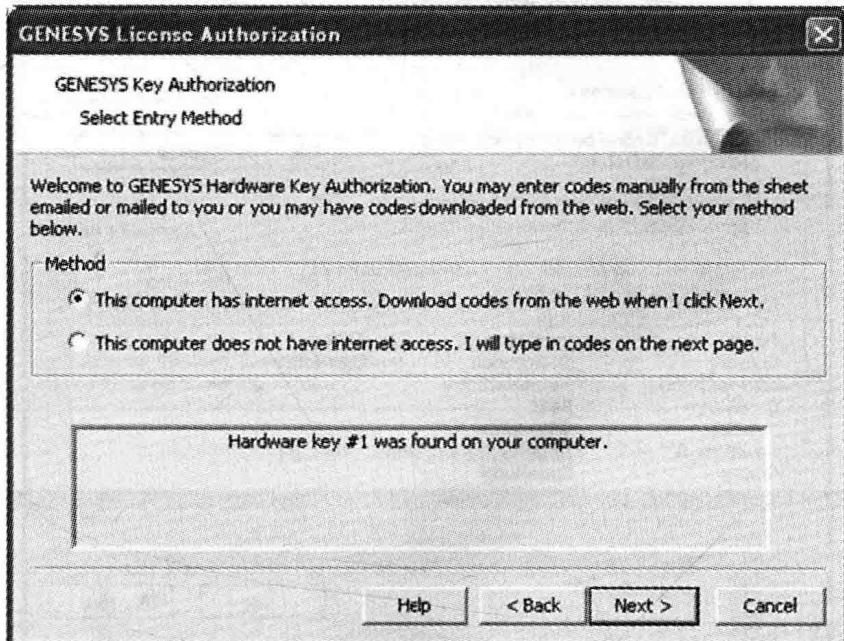

图 1.4 Genesys 软件安装授权示意图 3
- (4) 这时 HASP 驱动将会开始安装，在弹出的 The process must be run again 对话框中，点击 OK。
- (5) 在弹出 Do you want to try again? 对话框时，插入 USB，并在对话框中点击“Yes”。
- (6) 在 Product Options 选项和 Licensing Options 选项中都点击“Next”，如图 1.4 所示。